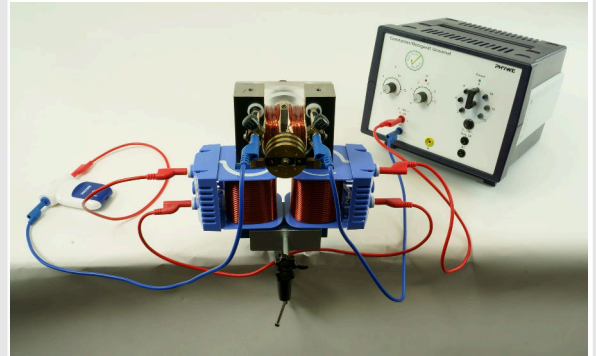

Fig. 2
- Completa el montaje según la Fig. 2 y la Fig. 3.